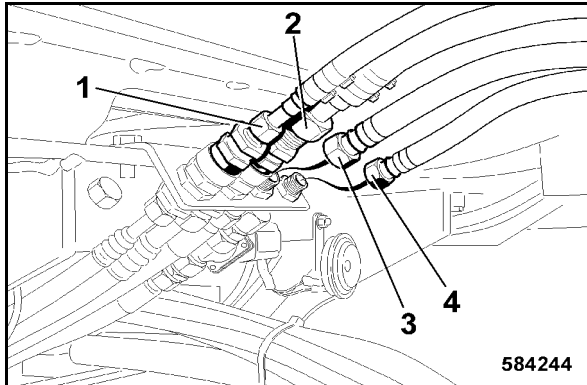

fig. 222
- Etablir la liaison pour l'alimentation 1 (fig. 222) et le retour (2) du climatiseur, au moyen des raccords rapides.
- Etablir la liaison pour l'alimentation (4) et le retour (3) du chauffage. (veiller aux repères des tuyaux).